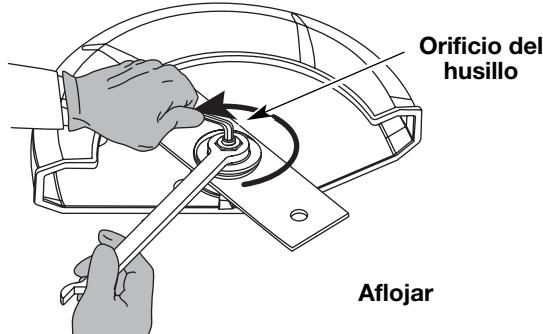

Fig. 15
- Coloque la llave tipo "Allen" de 5/16" en el orificio del husillo (Fig. 15).
- Mientras sujetla la llave tipo "Allen" en su lugar, afloje la tuerca con una llave de 15/16" girándola hacia la izquierda (Fig. 15).